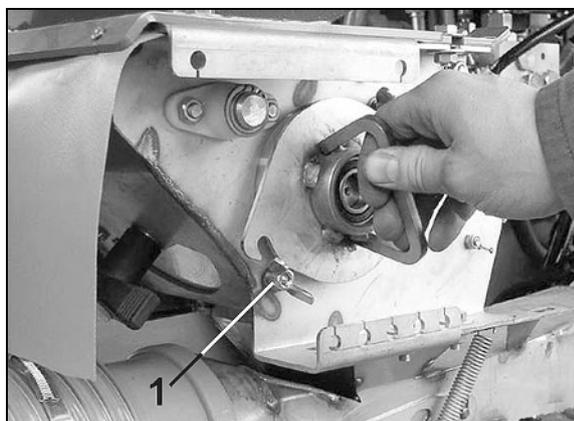

Fig. 36
3. Zwei Flügelmutter (Fig. 36/1) lösen, nicht abschrauben.